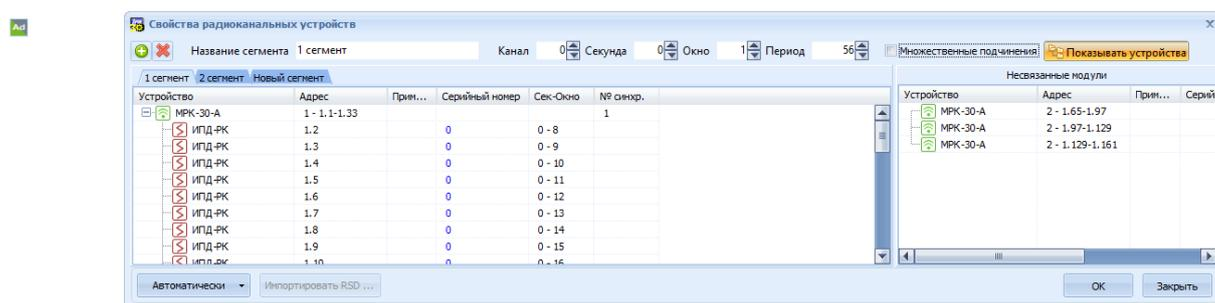

Рисунок 5.42 – Окно «Свойства радиоканальных устройств»
– **Показывать устройства** – нажатие на эту кнопку показывает или скрывает радиоканальные устройства, привязанные к МРК-30А (рисунок 5.42).